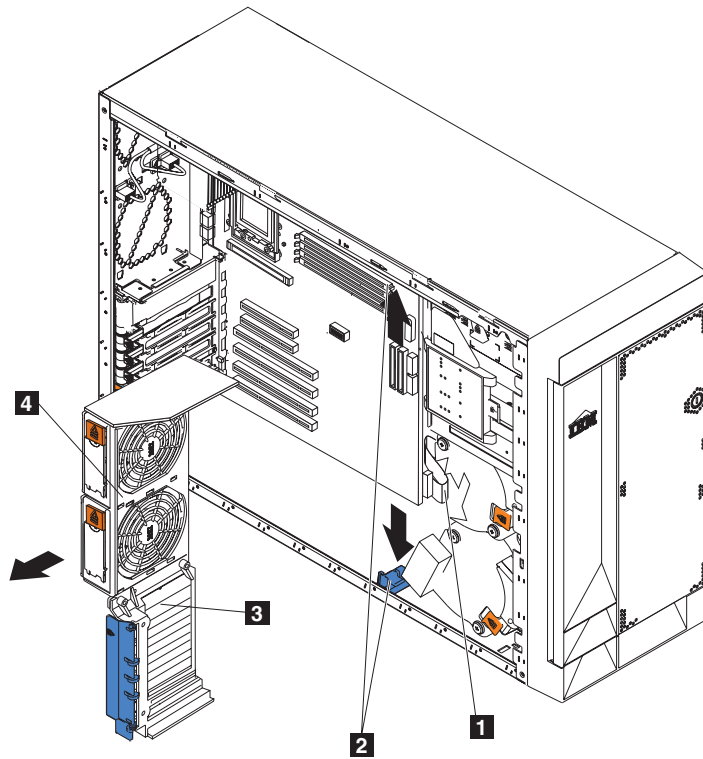
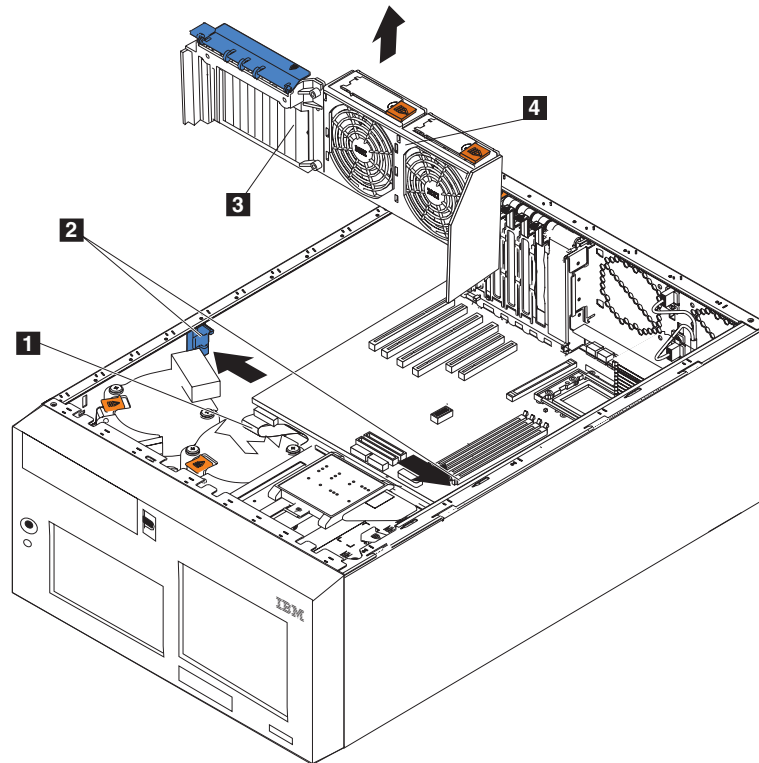

図 36. アダプター支持ブラケットの取り外し (モデル 25T)
図 37. アダプター支持ブラケットの取り外し (ラック・マウントへの移行機能付きモデル 25T)
8. アダプター支持ブラケットを取り外します (48 ページの図 36 または 49 ページの図 37 を参照)。